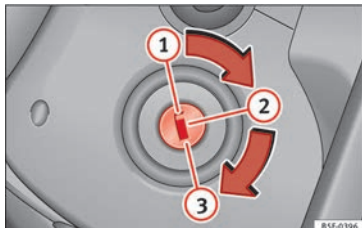

Fig. 191 Positions de la clé de contact.
Si le moteur ne démarre pas immédiatement, interrompez le processus de démarrage et essayez à nouveau après 30 secondes. Pour redémarrer le moteur, remettez la clé en position » **fig. 191 ①**.
- Amenez la clé de contact en position **» fig. 191 1**.
- Retirez la clé de contact d'allumage sur la position **» fig. 191 1** » ⚠.